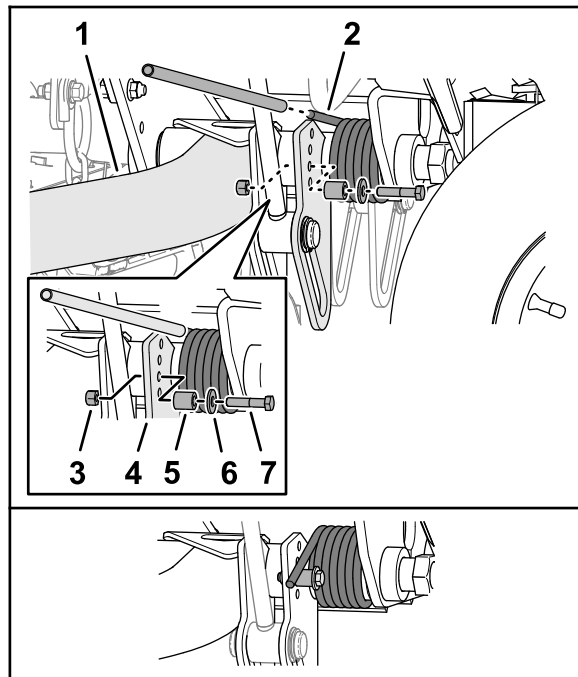

図 60
2. スプリングの長い方の脚にパイプなどを被せて脚を持ち上げてスペーサに掛かっている圧力を解放する 図 60。
3. スプリングを押さえながら、ボルト、ワッシャ、ロックナットを昇降プレートから外す 図 60。